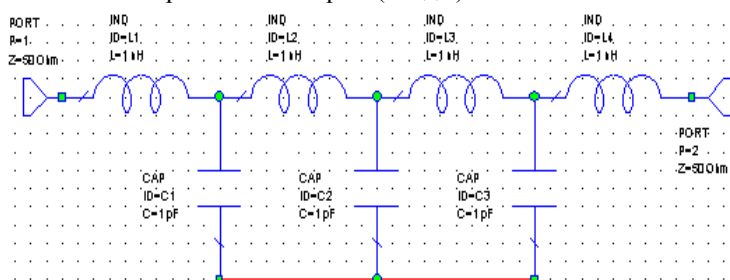

Рис. 3.8
3. Повторите шаги 1 и 2, чтобы подключить порт к последней индуктивности, но после перемещения его в окно схемы, щёлкните два раза правой кнопкой мышки, чтобы развернуть порт на 180 градусов. Подведите порт к правой клемме последней индуктивности и зафиксируйте, щёлкнув левой кнопкой (рис. 3.8).